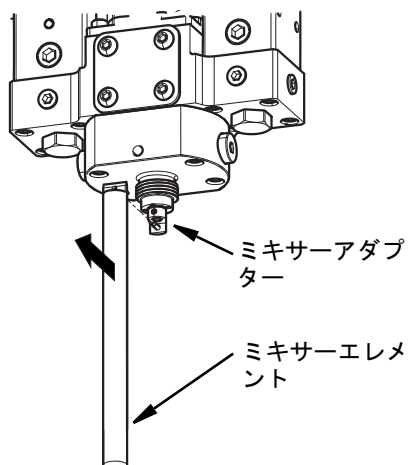

図 22
6. ミキサーエレメントをミキサーアダプターから取り除いてください。図 22 を参照してください。